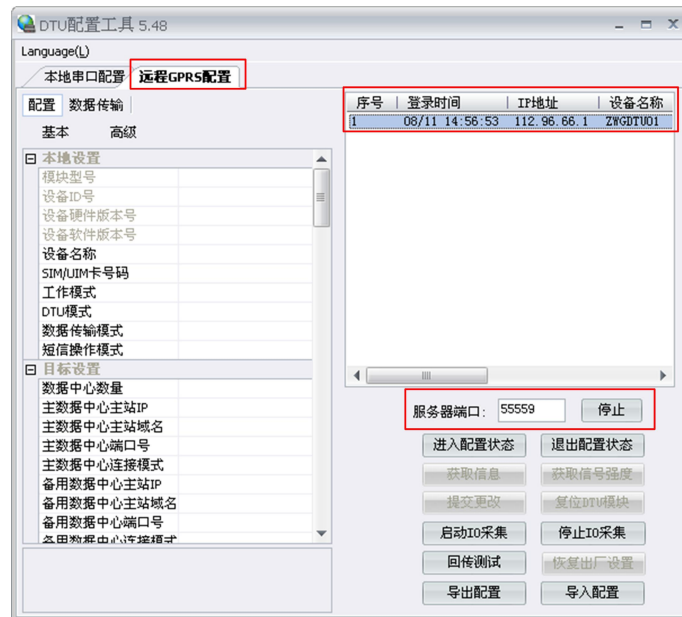

图 3.7 远程配置界面
如图 3.7 所示，远程无线配置步骤如下：
- 1) 远程配置的首要条件是 DTU 能够连接服务器并且正常的收发数据。前期准备，用配置工具建立 TCP 服务器，等待 DTU 连接：在配置工具中选择【远程 GPRS 配置】；设置服务器端口号，例如图 3.7 中端口号设置为 55559（用户根据实际值设置）；启动服务，等待用户设备连接到配置软件；
- 2) DTU 连接成功显示连接信息，单击【进入配置状态】。DTU 连接配置工具后，会显示当前的连接信息，如图 3.7 所示。有多个设备同时连接上配置工具时，请选择需要配置的设备，然后单击【进入配置状态】，由于网络原因，远程配置可能会比本地配置响应时间稍长，请耐心等待；